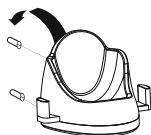

Fig. 2
1. Fissare la base di ricarica a una parete, come illustrato (fig. 2).